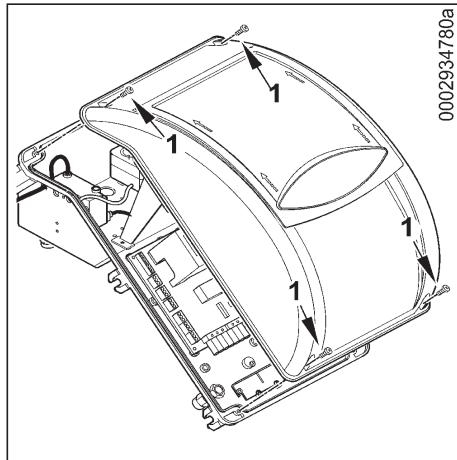

Abbildung 1
- Die vier Schrauben (1) (Abb. 1) lösen, um den Deckel zu entfernen, ohne die durchsichtige Tür wegzunehmen. Auf diese Weise ist es möglich, Zugang zur Schalttafel des Brenners zu haben.